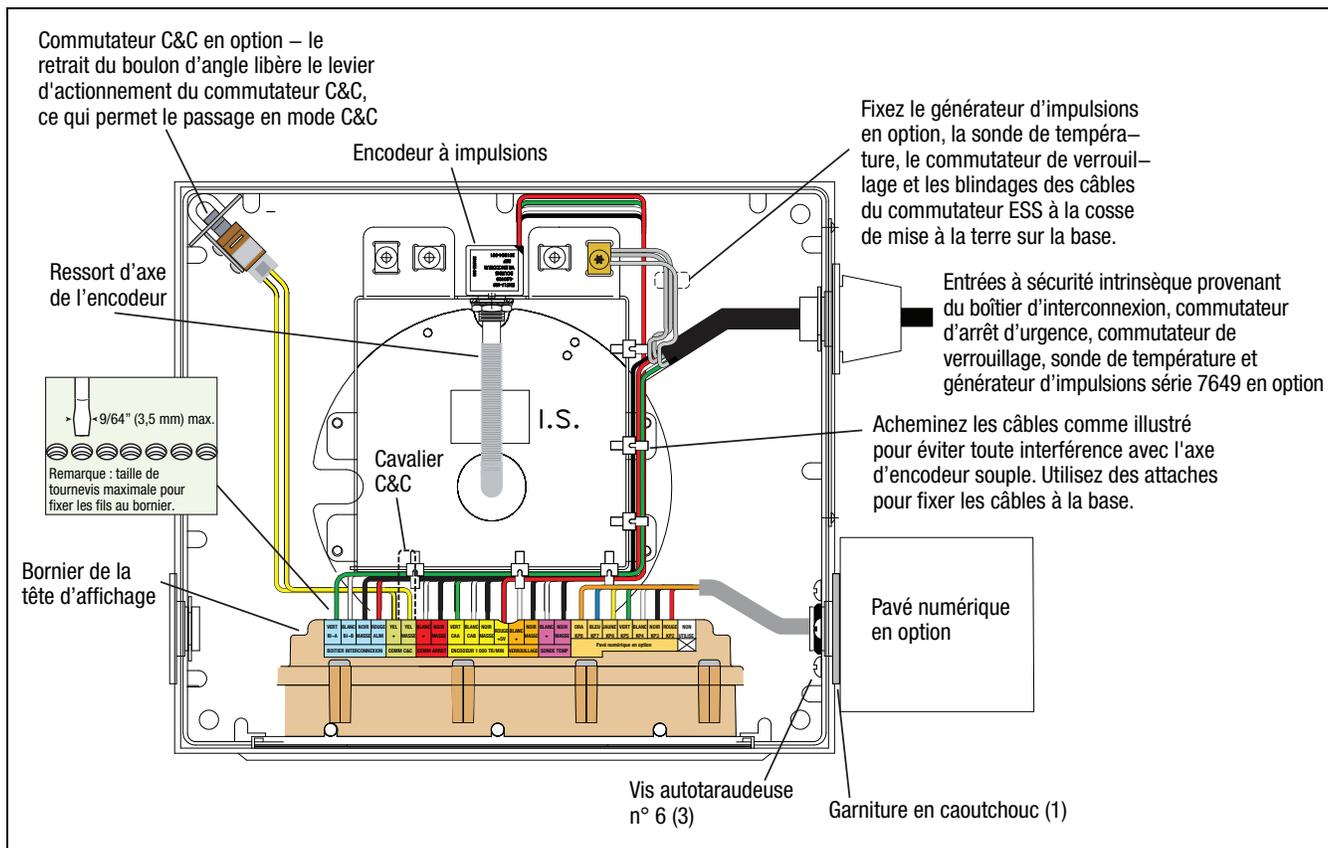

Figure 20. Connexions des câbles de la tête d'affichage
10. Regardez à la base de la tête d'affichage. Repérez le ressort d'entraînement de l'encodeur (voir Figure 20). Tirez/faites glisser le ressort de l'encodeur hors de l'arbre de l'encodeur.
2. Faites glisser l'écrou serre-câble puis la bague au-dessus des fils du câble du BI. Tirez suffisamment de câble de sorte que les fils atteignent le bornier sur l'assemblage de l'écran et puissent être attachés ensemble à la base de montage de l'encodeur à impulsions, comme illustré à la Figure 20. Faites glisser l'extrémité taraudée de la bague dans le serre-câble, puis vissez sur l'écrou serre-câble et serrez fermement.
3. Fixez le câble du BI à quatre fils au bornier à l'emplacement illustré à la Figure 20. Fixez le conducteur de drainage du câble du BI à la cosse de mise à la terre sur la base de montage de l'encodeur à impulsions.
4. Si vous avez la sonde de température en option et/ou le commutateur ESS, retirez l'écrou serre-câble inférieur et faites-le glisser, puis la bague taraudée, au-dessus de la sonde de température et/ou du câble du commutateur ESS. Tirez suffisamment de câble de sorte que les fils atteignent le bornier sur l'assemblage de l'écran et puissent être attachés ensemble à la base de montage de l'encodeur à impulsions, comme illustré à la Figure 20. Faites glisser la bague dans le serre-câble, puis vissez l'écrou serre-câble dans le serre-câble, et
L'assemblage de commutateur d'angle C&C (réf. 845900-018) qui entre dans un angle du boîtier de la tête d'affichage (voir Figure 20). Pour entrer en mode C&C, retirez le boulon d'angle du couvercle de la tête d'affichage. Pour quitter le mode C&C, remplacez le boulon. Lors de l'utilisation du commutateur d'angle, retirez le cavalier C&C.
La Figure 20 illustre l'installation et le câblage du pavé numérique en option. Pour fixer les vis de montage du boîtier du pavé numérique, vous devrez tirer/faire glisser vers le haut l'assemblage de l'écran à l'écart de la tête d'affichage. Insérez les fils du pavé numérique par le trou central dans le joint, faites glisser le joint vers le bas contre le pavé numérique et alignez ses trois orifices sur les trois orifices de montage dans le pavé numérique. Maintenez le pavé numérique contre la tête d'affichage et vissez les 3 vis de montage, réinstallez l'assemblage de l'écran puis connectez le câblage du pavé numérique au bornier comme illustré à la Figure 20. Les vis sont auto-taraudeuses. L'utilisateur peut pré-tarauder les trous à l'aide de la vis pour faciliter l'installation.